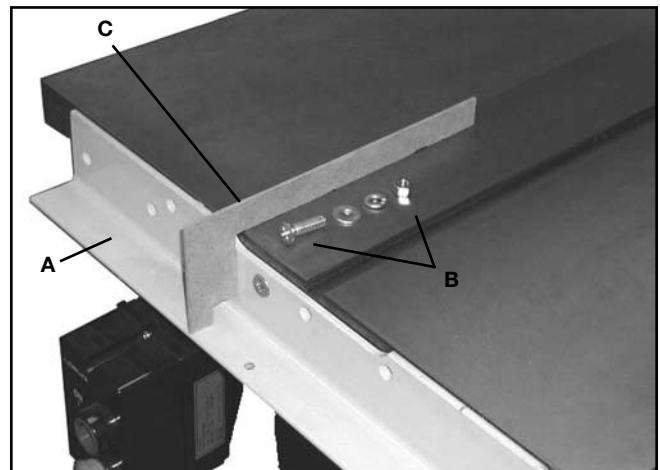

FIG. 5
1. Fije el riel frontal (A) Fig. 5 al borde frontal del banco de la sierra con los dos tornillos largos Phillips de cabeza plana de 5/16-18 x 32 mm (1 1/4"), la arandela plana, la arandela de bloqueo de 9,5 mm (3/8") y la tuerca hexagonal de 5/16-18" (B) proporcionados. Los tornillos se colocan en los dos orificios avellanados grandes del riel frontal y en los dos orificios de la parte frontal del banco de la sierra, y se ajustan con la arandela plana, la arandela de bloqueo y la tuerca hexagonal. **IMPORTANTE:** Por el momento, no ajuste la tornillería de montaje del riel frontal.
2. Con la plantilla (C) Figs. 5 y 7, controle y ajuste el riel frontal de ambos lados de la hoja de la sierra como se muestra, para asegurarse de que el riel quede paralelo a la superficie del banco. La parte horizontal del riel debe estar a 72 mm (2 27/32") debajo de la parte superior de la superficie del banco. **Ajuste la tornillería de montaje del riel frontal cuando esté seguro de que el riel está a la profundidad apropiada.**